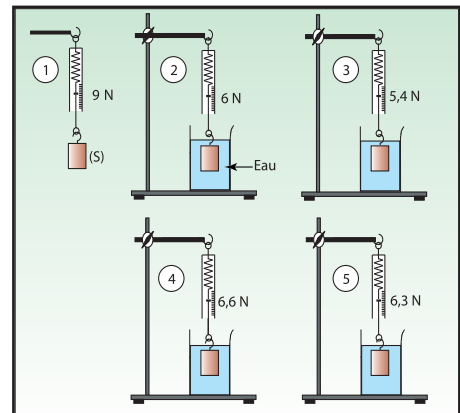

Fig.18
- 6- On a réalisé les expériences présentées sur les figures 18 ci-contre avec des liquides différents et le même solide (S).